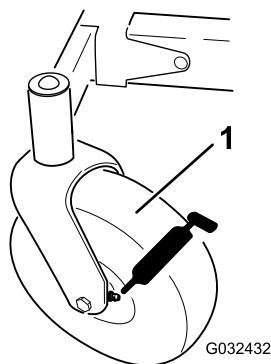
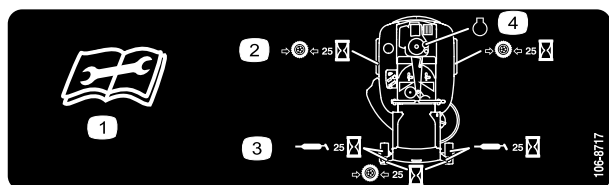

Figure 38
Figure 39
3. Nettoyez les graisseurs (Figure 38 et Figure 39) à l'aide d'un chiffon.
4. Raccordez une pompe à graisse à chaque graisseur (Figure 38 et Figure 39).